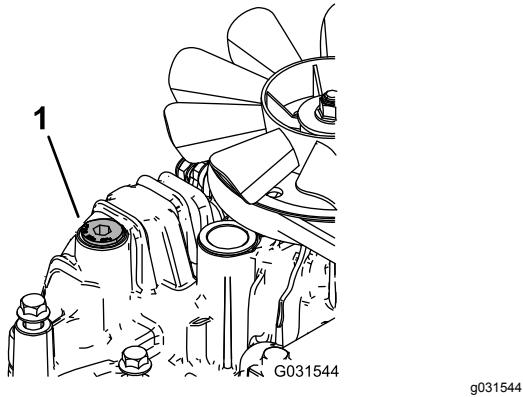

Figure 73
11. Dévissez le bouchon d'aération sur chaque transmission pour qu'il soit desserré et ballotte (Figure 73).